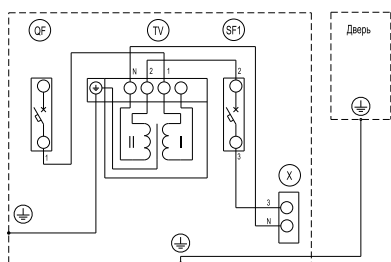

Рисунок 1 – Схема электрическая ящика
6.1.6 Присоединить зачищенные жилы подводящих проводников согласно электрической схеме (рисунок 1).